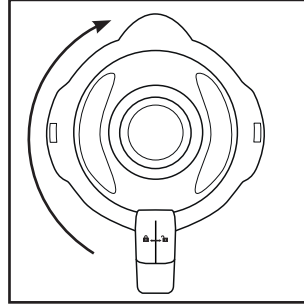

Fig. 2
- 4) Vuelva a presionar firmemente la tapa ② sobre el vaso ③ en su posición desplazada. Para cerrar la tapa ②, gírela en sentido horario hacia la posición  hasta que encastre audiblemente (consulte la fig. 2). Asegúrese de que la boca del vaso ③ quede cerrada. Solo podrá activarse el motor si la tapa ② está bien colocada.